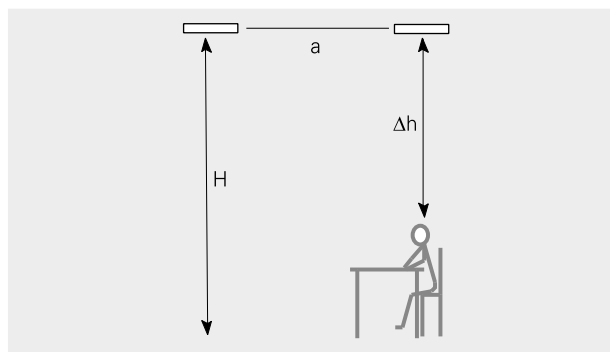

Fig. 1: Verticale plaatsing.
Bij het plannen van de installatie van een Elztrip moet de afstand tussen de stralers niet groter zijn dan de hoogte tussen straler en vloer. Dat houdt in dat (a) kleiner moet zijn dan (H). Zie Fig. 1. Bij ruimtes die niet zo vaak worden gebruikt, zijn de comforteisen vaak wat lager en kan de afstand tussen de stralers worden opgevoerd. Bij vaak gebruikte ruimtes moet de afstand tussen een zittende persoon en een straler minimaal 1,5 tot 2 meter bedragen (Δh). Als deze twee richtlijnen worden aangehouden, zal het verschil in operationele temperatuur niet uitkomen boven het comfortniveau $\Delta t_{op} = 5^\circ\text{C}$. Dat betekent dat het verschil tussen de daadwerkelijke temperatuur en de waargenomen temperatuur niet meer zal bedragen dan 5°C .